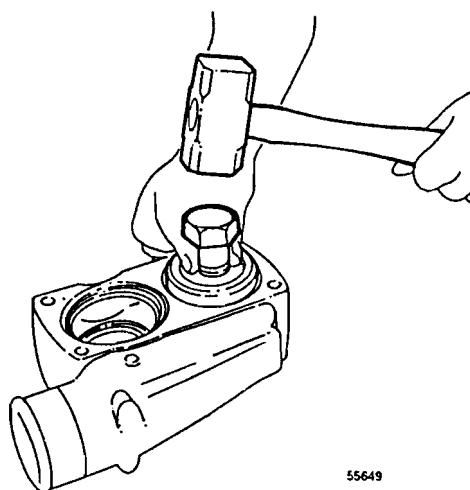

Fig. 238
- 8 Golpear con cuidado el anillo para introducirlo hasta que el mandril llega al fondo de la caja de termostatos del termostato correspondiente, véase fig. 238.
- 11 Montar la tapa (fig. 238) de la caja del termostato. Acoplar la manguera al tubo de refrigerante de las culatas.